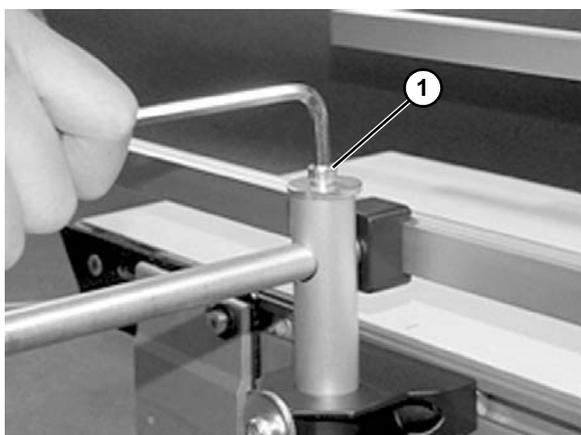

Abbildung 22
6. Schienenbreite mit der oberen Schraube einstellen (**Abbildung 22, Teil 1**).